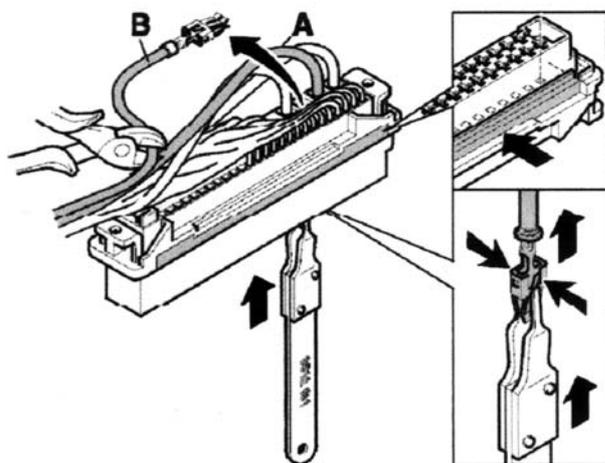

Figura 1 (ficha até ano de fabrico 1997)
- Abrir a ficha de ligação e remover os cabos de alimentação da tensão (até ano de fabrico 1997 pino 2 e 3; desde ano de fabrico 1998 pino 17 e 18). Cortar os cabos, o mais que possível, antes do isolamento (figura 1).